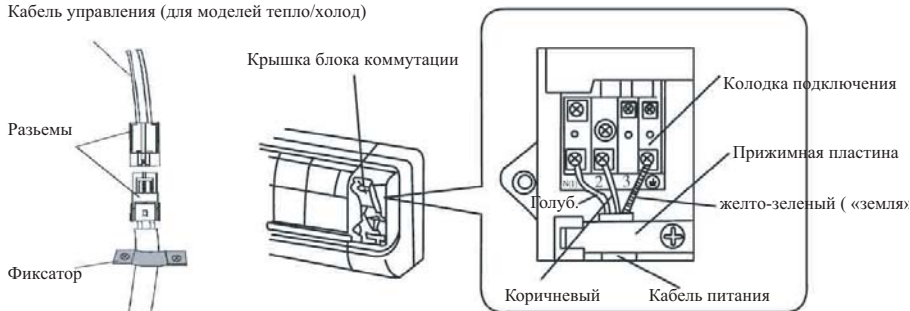

Рис. 8.8
- Открутите винт крепления и снимите крышку блока коммутации (рис. 8.8).
- Голубой провод кабеля питания подключите при помощи винта к контакту «N(1)» колодки коммутации, коричневый к контакту «2», желто-зеленый к контакту заземления (см. рис. 8.8 и 8.9).